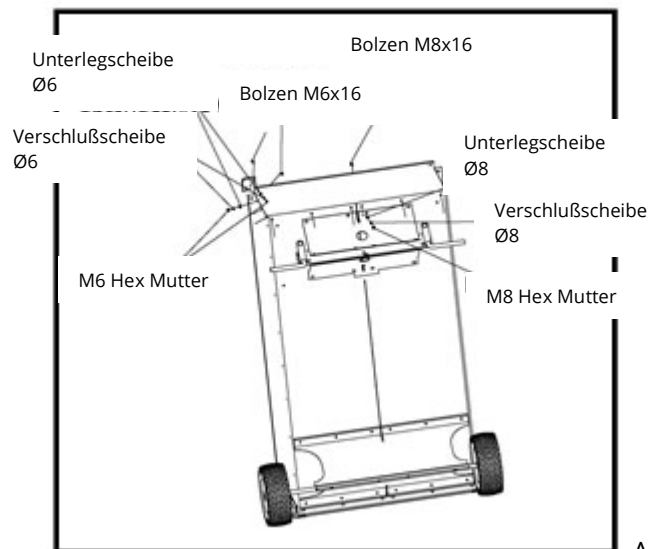

Abbildung 9
17. Montieren Sie zuerst die Frontplatte mit sechs M8x16-Rundkopfschrauben, Ø8-Verschlussscheibe, Ø8-Unterlegscheibe und Ø8-Mutter an der Bodenplatte. Danach wird die Frontplatte mit sechs M6x16-Rundkopfschrauben, Ø6-Verschlussscheiben, Ø6-Unterlegscheiben und M6-Hex-Muttern an den Seiten montiert. Siehe Abbildung 9.
18. Befestigen Sie den Eckenschutz mit 4 M6x16-Rundkopfschrauben, Ø6-Verschlussscheibe, Ø6-Unterlegscheibe und M6-Hex-Mutter. Festziehen. Siehe Abbildung 9.